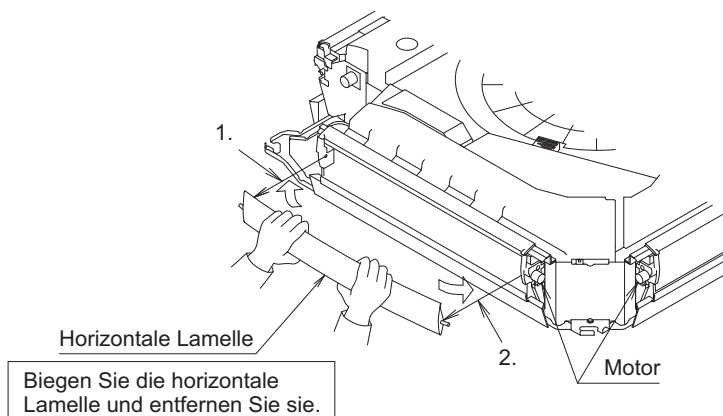
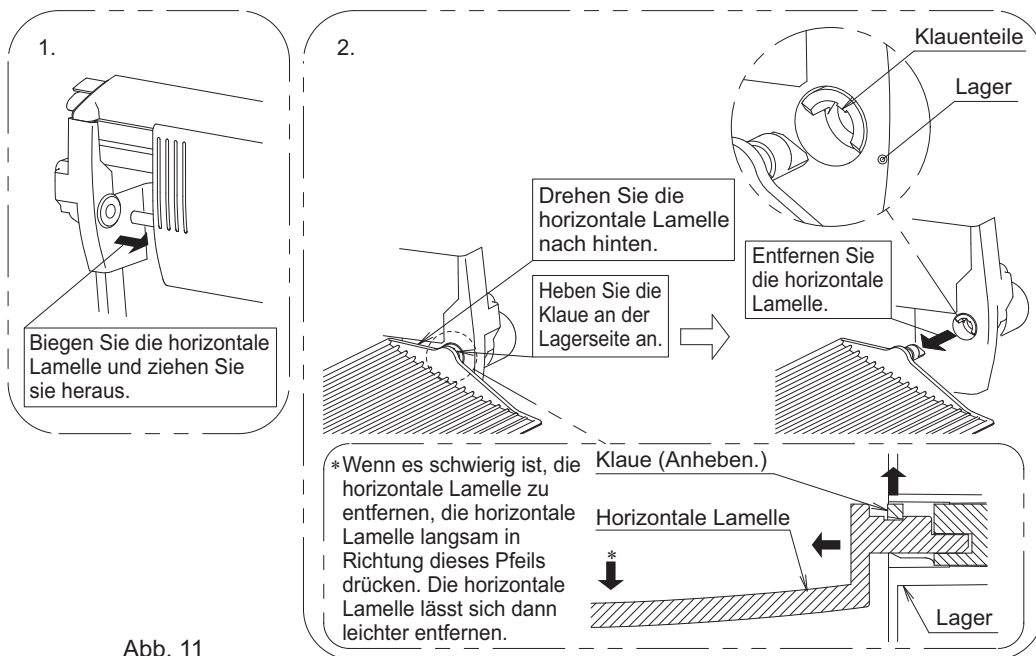

Abb. 10
Abb. 11
### (1) Entfernen Sie die horizontale Lamelle des Luftauslasses, der blockiert werden soll. (Siehe Abb. 10 und Abb. 11)